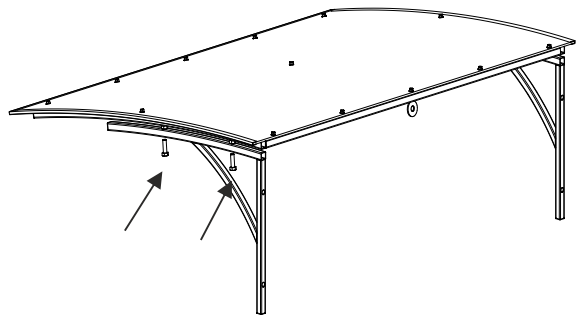

Рис.5
8. Возьмите один кронштейн и закрепите его с помощью болтов к рамке. В данном случае рекомендуется затянуть болты посильнее. *Рис.5.*